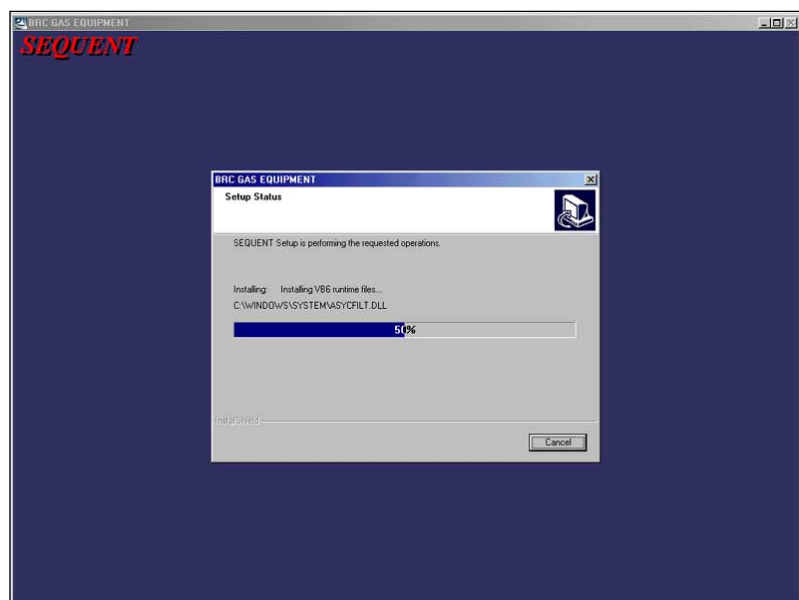

Fig. 2.3 -Installation avec barre de progression
8. Maintenant l'installation du programme commence (Figure 2.3); attendre que la barre de progression atteigne le 100%.
programme commence (Figure 2.3); attendre que la barre de progression atteigne le 100%.